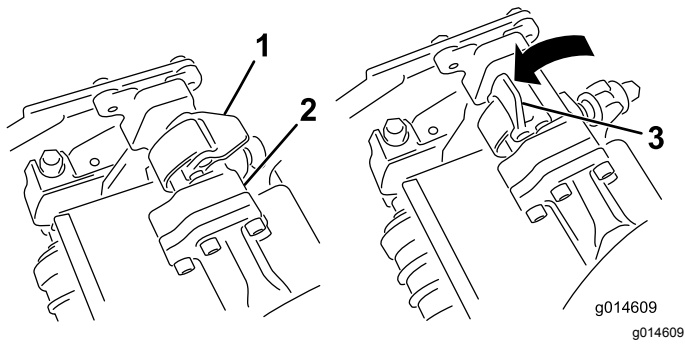

図 32
4. ラッチを下げて閉じるとカuttingユニットのバーがロックされてユニットがアームにセットされる 図 32。
4. 取り外したいCuttingユニットのサスペンションアームのバーについているラッチを開く(図 32)。